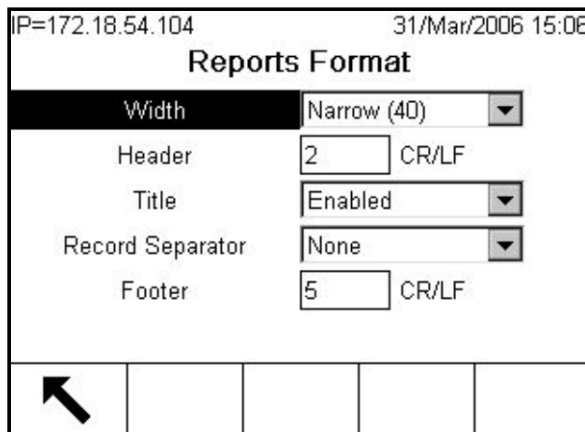

Figure C-48: Écran Reports Format
1. Appuyez sur la touche programmable CONFIGURER  et allez à Setup > Communication > Rapports L'écran illustré sur la Figure C-48 s'affiche.